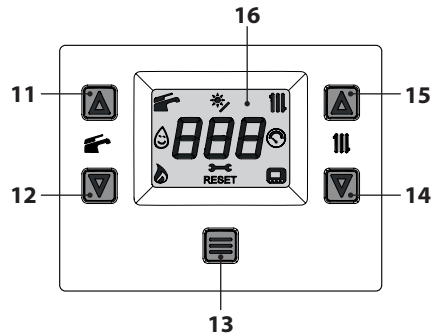
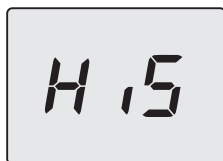
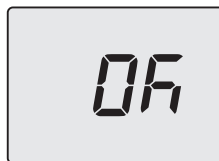

Figura 5.65
Figura 5.66
Figura 5.70
- Entrare in "modalità programmazione" premendo contemporaneamente per 5 secondi i tasti 12 e 14 (Figura 5.65) fino a far apparire sul display LCD le lettere **HiS** che indicano il menu "Storico delle caldaia" (Figura 5.66).
- Premere per 1 sec. il tasto 13 (Figura 5.65) per entrare nel parametro selezionato. Il display visualizzerà quanto segue (Figura 5.69).
- Premendo il tasto 13 (Figura 5.65) si ottiene la conferma del valore inserito. Il display visualizzerà per 5 sec. quanto segue (Figura 5.70) poi, si porterà al livello superiore.
- Premendo contemporaneamente i tasti 12 e 14 (Figura 5.65) si esce senza modificare il valore (ritorno al livello precedente).
- tenere premuti contemporaneamente i tasti 12 e 14 per 5 sec. (Figura 5.65) (ritorno al livello precedente).